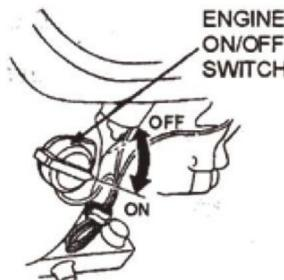

FIG.9
- 9.5 Zet de AAN/UIT-schakelaar van de motor (FIG. 9) in de stand "AAN".